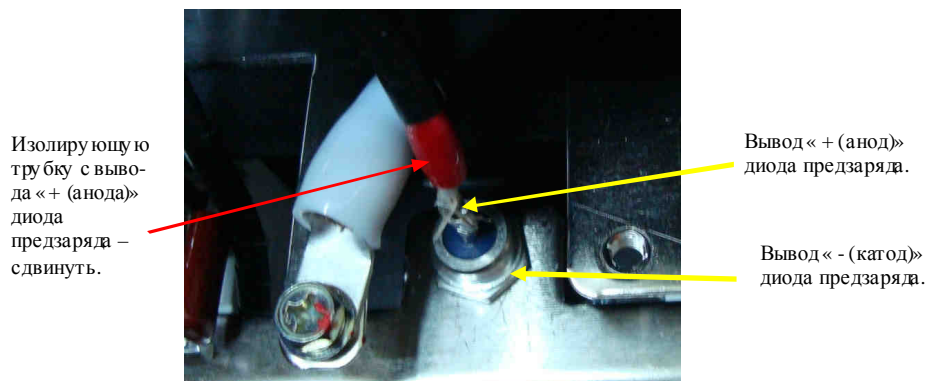

Рис. 4.14.
4.10.3. Проверить диод предзаряда (рис. 4.14), подсоединя к его выводам мультиметр в режиме «Прозвонка диода» (чтобы получить доступ к вводу «+ (анод)» диода предзаряда, изолирующую трубку с вывода необходимо сдвинуть). Если диод предзаряда исправен, то при прямой проводимости показания прибора должны составлять 0,3 – 1,0, при обратной проводимости - «обрыв цепи». При иных показаниях прибора диод предзаряда считается неисправным и подлежит замене.